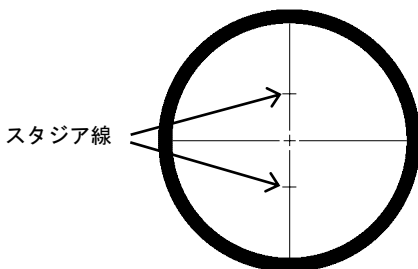

図 4.5
- 1) スタジア線（図 4.5）に挟まれた標尺の長さを読み取ります。